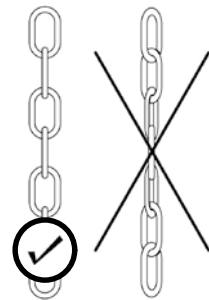

Figure 8
- en aucun cas la chaîne de secours ne doit être tordue (Fig. 8), car sinon, des dysfonctionnements dans le bloc de commande manuelle de secours pourraient se produire.